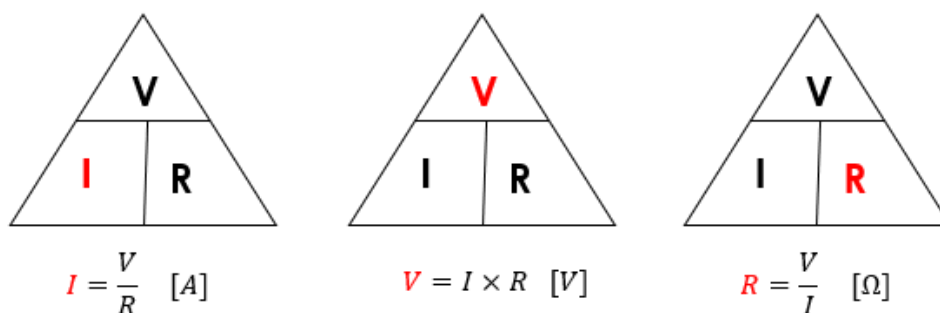

Figura 5 Triángulo de la ley de ohm
Para representar la Ley de Ohm en forma de triángulo, se usa una representación visual que ayuda a recordar cómo se relacionan el voltaje (V), la corriente (I) y la resistencia (R). En la figura 5, se presenta el triángulo de la Ley de Ohm: